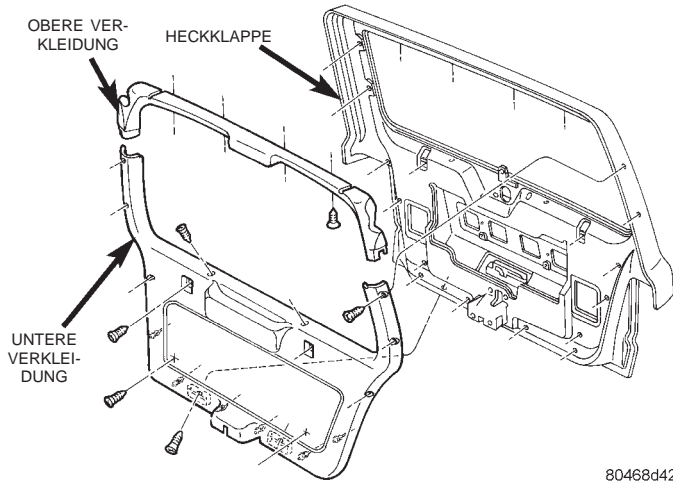

Abb. 59 Verkleidung der Heckklappe
- (1) Befestigungsschrauben lösen, mit denen die obere Verkleidung an der Heckklappe befestigt ist (Abb. 59).
- (2) Befestigungsschrauben der Überlappung beider Verkleidungen lösen.
- (3) Steckverbinder für Beschlagentferner/Fenster hinten lösen.
- (4) Kabelbaum durch die Verkleidung leiten.
- (5) Verkleidung vorsichtig nach unten ziehen. Nach Bedarf die Verkleidung von der Scheibe weg-drehen, um die Halteclips auszurasen.
- (6) Mit einem Ausbauwerkzeug für Verkleidungen die Halteclips von der Heckklappe lösen.
- (1) Befestigungsschrauben lösen, mit denen die untere Verkleidung an der Heckklappe befestigt ist (Abb. 59).
- (2) Mit einem Ausbauwerkzeug für Verkleidungen die Halteclips von der Heckklappe lösen.